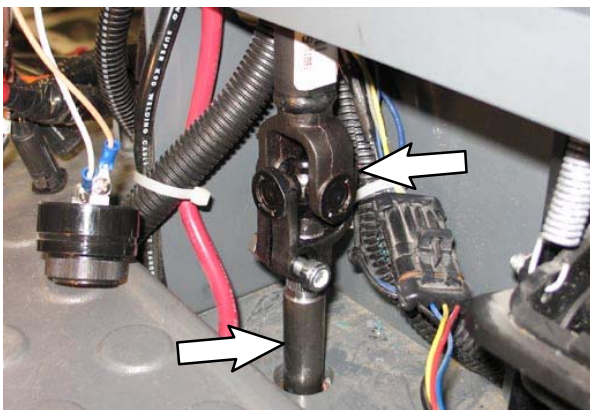

ABB. 62
25. Schieben Sie den Lenkschaft (1) auf den unteren Lenkschaft. (Abb. 62)